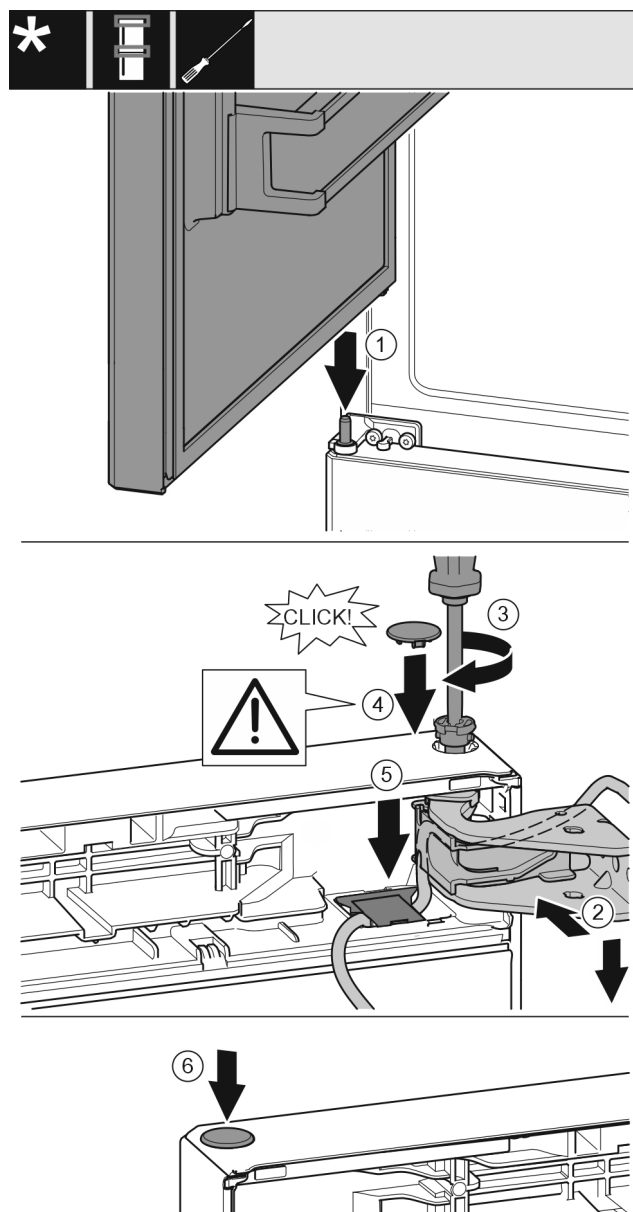

Fig. 43
- ▶ Helyezze rá a felső ajtót a középső csapszegre Fig. 43 (1).
- ▶ Igazítsa be az ajtót felül a csapágybak nyílásához. Fig. 43 (2)
- ▶ Helyezze be a csapszeget Fig. 43 (3), és húzza meg csavarhúzóval.
- ▶ Szerelje fel az ajtót biztosító biztonsági fedelet Fig. 43 (4): Helyezze fel a biztonsági fedelet, és ellenőrizze, hogy felfekszik-e az ajtóra. Egyébként a csapszeget teljesen helyezze be.
- ▶ Helyezze be a fedelet Fig. 43 (5), és nyomja le, míg a helyére nem pattan.
- ▶ Helyezze be a dugót Fig. 43 (6).